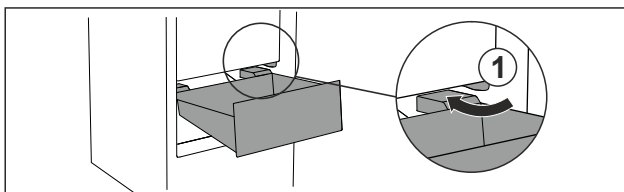

Fig. 67
- ▶ Lade schuin rond de stoppers Fig. 67 (1) leiden.